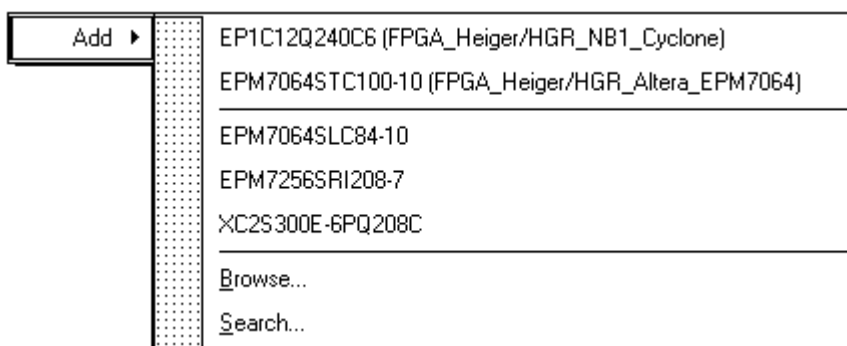
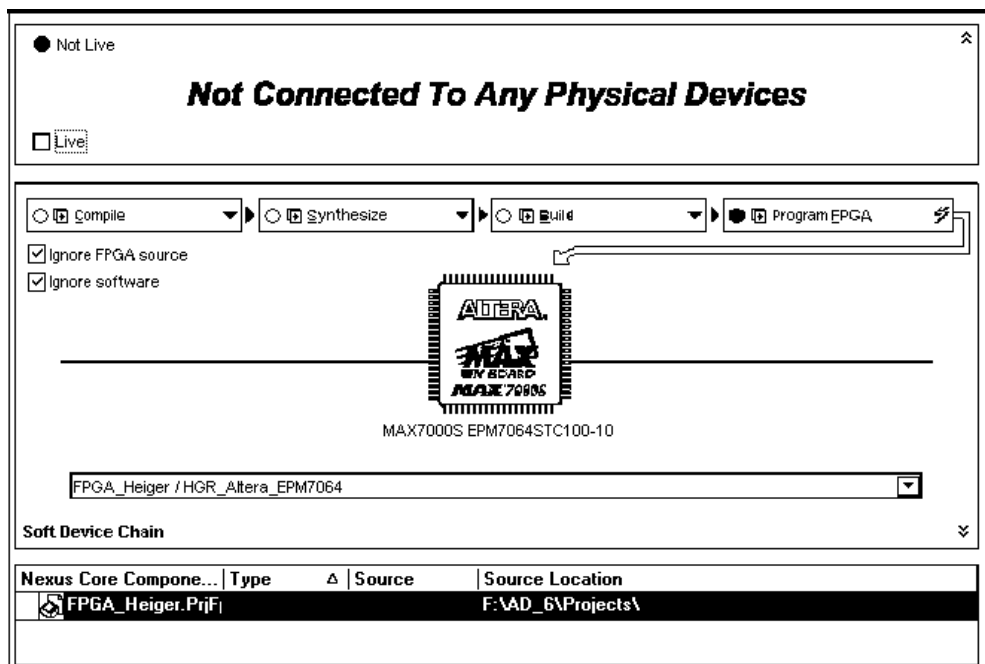

Рис. 7.13. Команды просмотра конфигураций и поиска ПЛИС
Рис. 7.15. Окно подсистемы **Devices View** в режиме **Not Live**
3. При необходимости поиска других микросхем для реализации текущего активного проекта можно активизировать такой поиск. Для этого щелчком правой кнопки мыши в поле **Hard Devices Chain** выбрать функцию **Add** (рис. 7.13), после чего щелчком левой кнопки мыши на стрелочке в поле **Add** раскрыть выпадающее командное меню, содержащее список имеющихся в проекте конфигураций и команды просмотра (**Browse**) и поиска (**Search**), поддерживаемых программой ПЛИС.
Диалоговое окно оболочки **Devices View** приобретает вид, показанный на рис. 7.15. В область контроллеров отладочных панелей выводится сообщение об отсутствии подключения к "физическим" приборам **Not Connected To Any Physical Devices**.
Поскольку в моде **Not Live** ПЛИС, на которой выполняется проект, не детектируется автоматически, она должна быть включена в оболочку **Devices View** по команде **Add**, активизируемой щелчком правой кнопки мыши в области **Hard Devices Chain**. В контекстном меню показаны микросхемы ПЛИС, для которых в структуре проекта назначены конфигурации (см. рис. 7.13). При указании курсором на одну из них со щелчком левой кнопки мыши выбранная микросхема включается в оболочку **Devices View** и отображается в виде значка в поле **Hard Devices Chain** (рис. 7.15).
В моде **Not Live** также доступны средства поиска, выбора и замены ПЛИС, рассмотренные в предыдущем разделе (см. рис. 7.13 и 7.14).